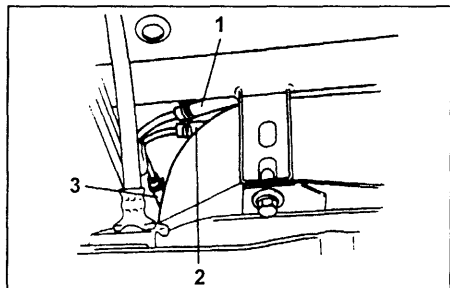

Рис. 12. Шланги и патрубки топливного бака. 1 - шланг подачи топлива к карбюратору, 2 - шланг возврата топлива в бак; 3 - шланг вентиляции топливного бака.
6) Отсоедините от соответствующих патрубков шланг вентиляции топливного бака 3 (рис. 12), шланг подвода топлива к топливному насосу 1 и шланг возврата топлива 2 в бак.